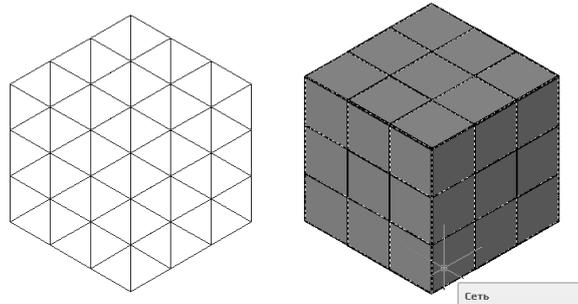

Рисунок 8.1
- 2 Построение стандартных оболочек (рисунок 8.1):